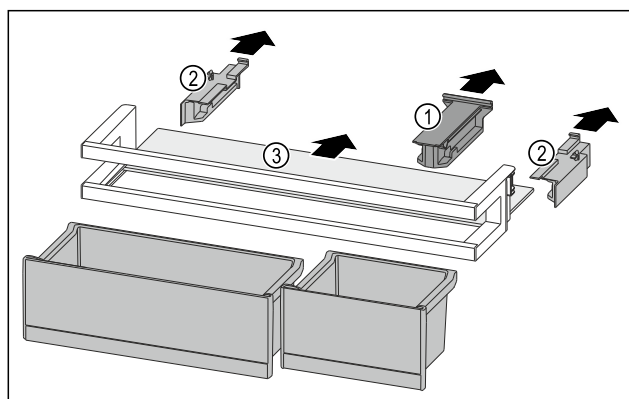

Fig. 132
- ▶ Retire la pieza de retención Fig. 132 (1).
- ▶ Retire las partes laterales Fig. 132 (2).
- ▶ Retire el estante Fig. 132 (3).